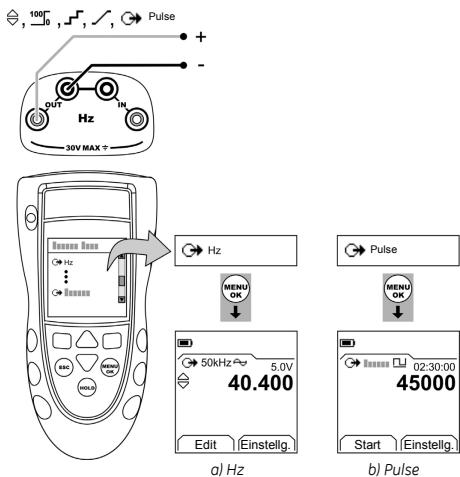

Abbildung 2: Beispielkonfiguration: Geben von Hz oder Pulsen
- Schließen Sie das Gerät an (Abbildung 2) und ändern Sie ggf. die Option Konfig. (Tabelle 1).